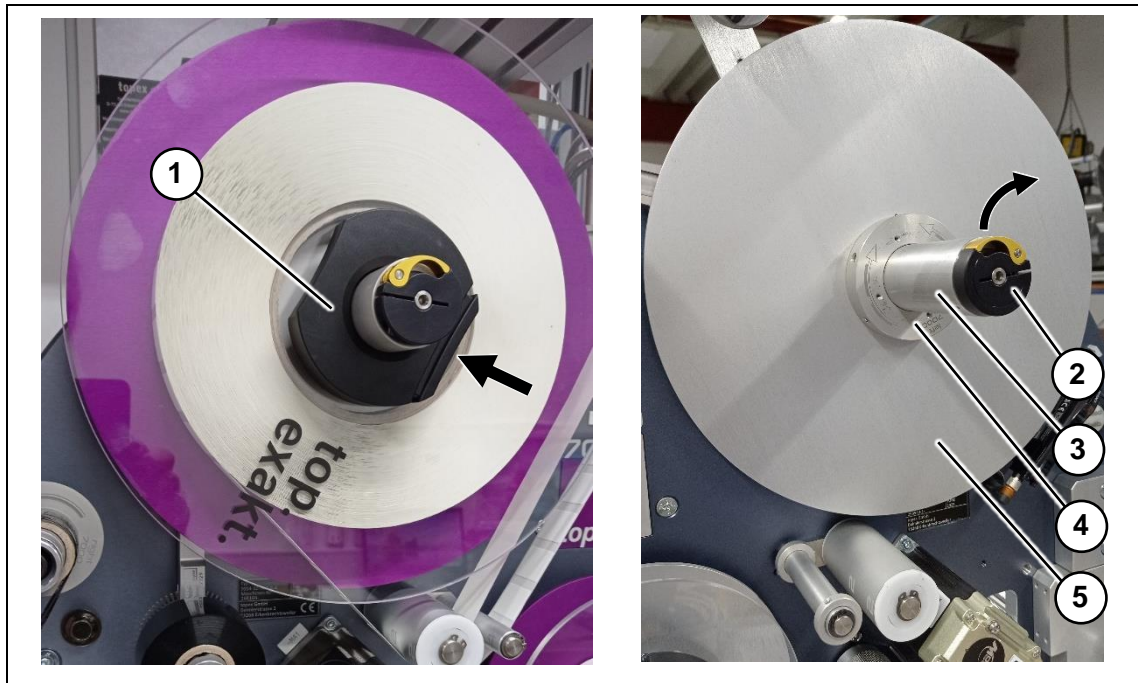

Abbildung 15 Rollenkerne wechseln
- 2 Entfernen Sie die vordere Bordscheibe (Abbildung 15, Pos. 1) der Etikettenabwicklung, indem Sie den Klemmring gedrückt halten.
- 3 Öffnen Sie den Hebel des Klemmrings (Abbildung 15, Pos. 2) an der Schnellwechseleinheit.
- 4 Sie können nun die komplette Einheit Rollenkern, Kernträger und hintere Anschlagscheibe (Abbildung 15, Pos. 3 + 4 + 5) komplett entfernen.